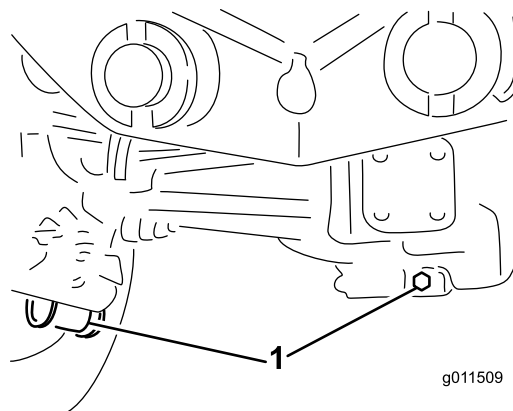

Figura 108
2. Limpie la zona alrededor de los tres tapones de vaciado, uno en cada extremo y uno en el centro (Figura 108).